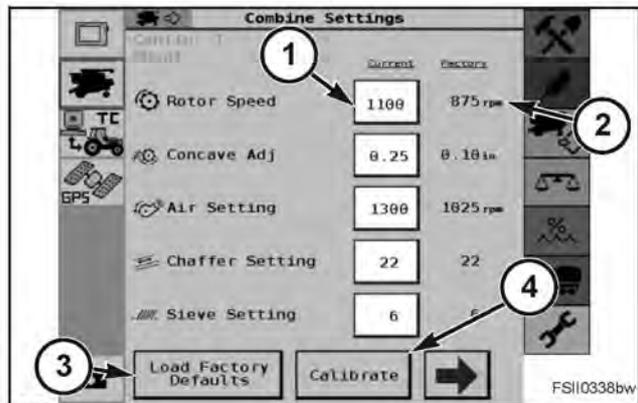

FIG. 109
FIG. 109: Una vez dentro de la pantalla de programación de la máquina, cada uno de los ajustes puede ser modificado presionando el recuadro blanco (1) que aparece al lado de cada uno de ellos.